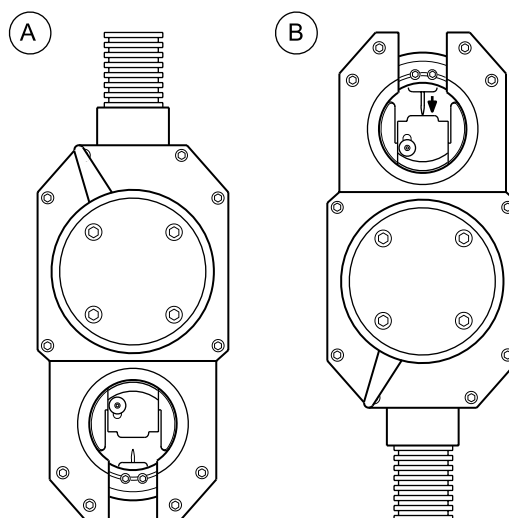

図 10：アーク・ギャップを設定する
2. アーク・ギャップ・ゲージをローターに差し込みます。図 10（A）をご参照ください。
3. ウェルド・ヘッドを上向きに傾けます。電極固定ねじを緩めると、アーク・ギャップ・ゲージ表面上に電極が落下します。図 10（B）をご参照ください。